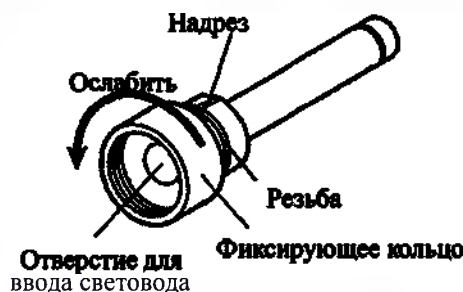

Рисунок 3
7.1.4 Ослабить фиксирующее кольцо адаптера источника света (см. рисунок 3) до появления резьбы.